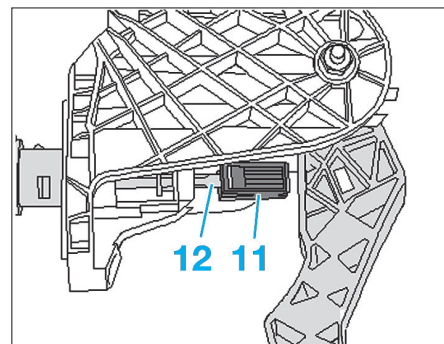

Fig. 11
- Engager l'agrafe (11) en bout de la tige (12) de l'émetteur (Fig.11).